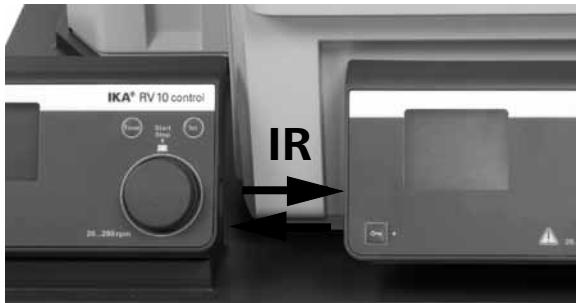

Fig. 22
La comunicación de datos entre el baño calefactor y una unidad de accionamiento se realiza a través de la interfaz IR. Los interfaces de infrarrojos (IR) se encuentran en el lado izquierdo de la pantalla del baño calefactor o en el lado derecho de la unidad de accionamiento. No coloque ningún objeto entre las dos unidades de mando, pues esto puede afectar negativamente a la transferencia de datos (fig. 22).